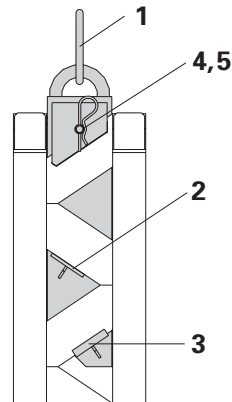

fig. 6
5. Infilare il perno di sicurezza **4** nella staffa di sollevamento 24 e assicurarla con l'inserto a molla **5** (fig. 6).